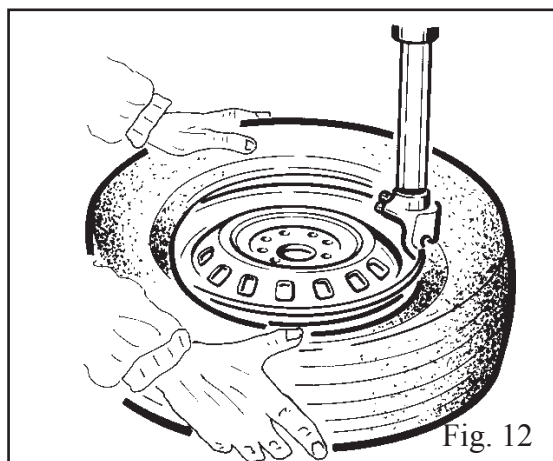

Fig. 12
- Tenendo premuto con le mani il tallone del pneumatico nella gola del cerchio, premere il pedale (Z) per ruotare l'autocentrante in senso orario per tutta la circonferenza del cerchio (Fig. 12).
•Keeping the tyre bead pressed down into the wheel rim channel with your hands, press down on the pedal (Z) to rotate the turntable clockwise. Continue until you have covered the entire circumference of the wheel rim (Fig. 12).
- Avec les mains, pousser le talon du pneu dans le creux de la jante, appuyer sur la pédale (Z) pour faire tourner le plateau dans le sens horaire pour tout le pourtour de la jante (Fig. 12).
-Reifenwulst von Hand unter den Felgenreifenrand pressen, Pedal (Z) drücken; der Zentriertisch dreht sich im Uhrzeigersinn den gesamten Felgenreifenumfang entlang (Abb. 12).